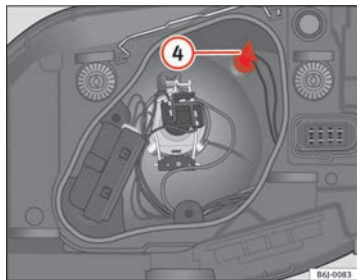

Fig. 145 Luz de población
- Extraiga el portalámparas ④ ⇒ fig. 145 hacia fuera.